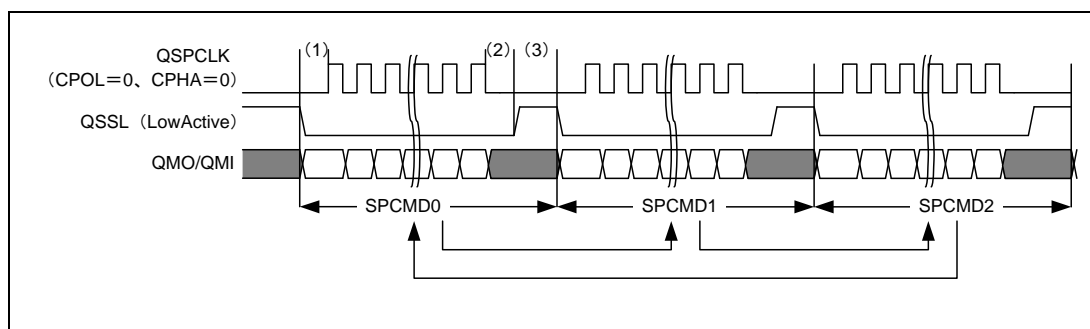

図 17.11 シーケンス制御動作例
シーケンス制御レジスタを H'02 に設定し、SPCMD0~2 を用いてシーケンスを構成したときの動作例を図 17.11 に示します。図中 QMO/QMI の灰色部は無効データを表します。また、図中 (1) ~ (3) は以下を示します。